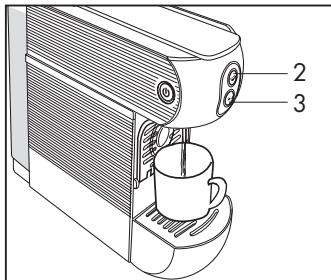

Fig. 6
- Cuando el botón dispensador (2-3), se ilumina permanentemente la máquina está lista para el uso. Pulse el botón dispensador (2), la máquina dispensa agua (**Fig. 6**); pulse nuevamente el botón dispensador (2), cuando se ha alcanzado la cantidad de agua deseada. La operación de enjuague termina cuando se han dispensado al menos tres tazas de agua.